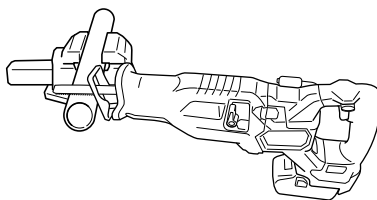

Fig. 27
(1) Fixer solidement la pièce avant de procéder. (Fig. 27)